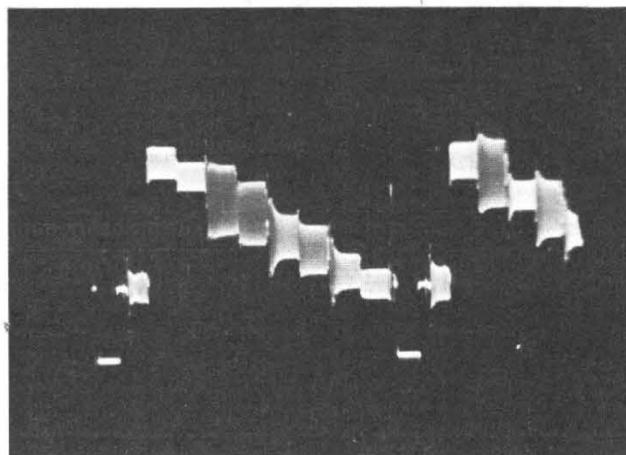

Fig. 14
- **Le portier** : il faut utiliser la mire de barres de couleur normalisée, ce qu'on obtient par les touches d'identification et de portier (S/P). Le signal vidéo (fig. 14) comporte la succession, entrelacée, des lignes R - Y et B - Y ; il permet d'ajus-